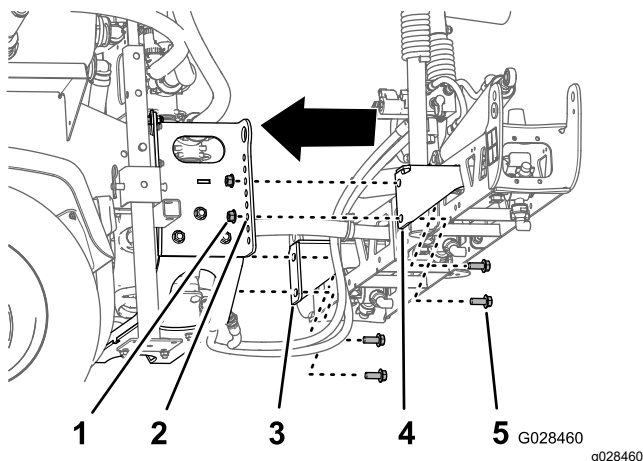

Bild 39
2. Fluchten Sie das untere Loch in der Befestigungshalterung für den Abschnitt des mittleren Auslegers mit dem dritten Loch von unten in den Auslegerstützen am Gestellrahmen des Sprühfahrzeugs aus, wie in Bild 39 abgebildet.